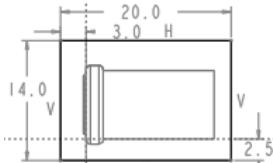

图 9.6 截面草图
(1) 选择命令。单击模具功能选项卡形状 \square 区域中的 \square 拉伸按钮。
(2) 创建实体拉伸特征。
① 选取拉伸类型。在出现的操控板中，确认“实体”类型按钮 \square 被按下。
② 定义草绘截面放置属性。在绘图区中右击，从弹出的快捷菜单中选择 \square 定义内部草绘...命令。系统弹出“草绘”对话框，然后选择参考模型MOLD_FRONT基准平面作为草绘平面，草绘平面的参考平面为MAIN_PARTING_PLN基准平面，方位为左，然后单击 \square 草绘按钮，至此系统进入截面草绘环境。
③ 进入截面草绘环境后，系统弹出“参考”对话框，选取MOLD_RIGHT基准平面和MAIN_PARTING_PLN基准平面为草绘参考，然后单击 \square 关闭(C)按钮，绘制图9.6所示的截面草图。完成特征截面的绘制后，单击“草绘”操控板中的“确定”按钮 \checkmark 。
④ 选取深度类型并输入深度值。在操控板中单击 **选项** 按钮，从系统弹出的界面中选取侧 1 的深度类型 **上 盲孔**，再在深度文本框中输入深度值 15.0，并按 Enter 键；然后选取 侧 2 的深度类型 **上 盲孔**，再在深度文本框中输入深度值 3.0，并按 Enter 键。